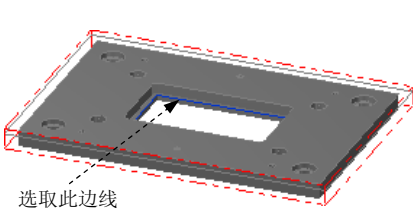

图 2.38 选取区域
Step2. 设置加工区域。在图形区中选取图 2.38 所示的边线，系统自动选取图 2.39 所示的边链，箭头方向如图 2.39 所示（若方向不同可单击“串连选项”对话框中的按钮调整）。单击按钮，完成加工区域的设置，同时系统弹出“2D 刀具路径 - 外形铣削”对话框。